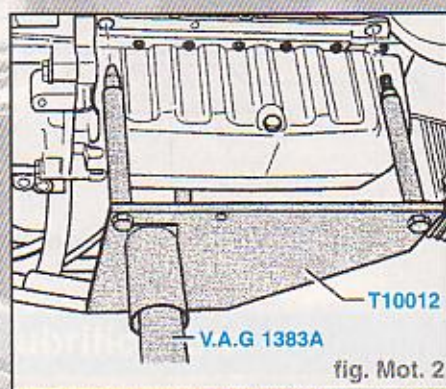

fig. Mot. 2
- Visser le support de moteur T 10012 avec l'écrou de fixation et la vis M10 X 25/8.8 à environ 4 daN.m sur le bloc-cylindres (fig. Mot. 2).